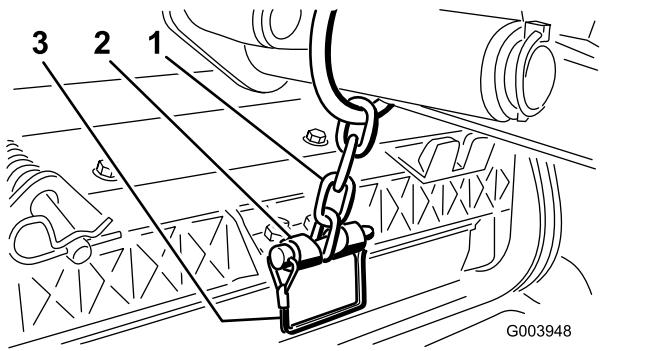

Рисунок 12
12. Прикрепите цепь подъемного рычага к кронштейну цепи с помощью стопорного штифта (Рисунок 12).